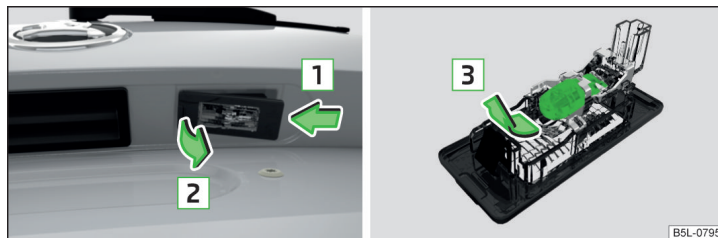

Fig. 202 Demontarea lămpii pentru numărul de înmatriculare / Înlocuirea becului
- Apăsați lampa în sensul săgeții **1** » fig. 202.